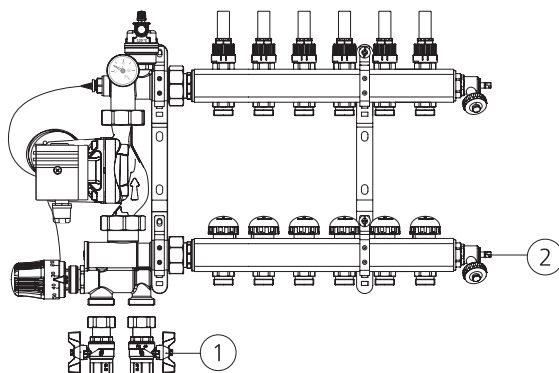

Рис. 4
2. Закрыть шаровые краны (рис. 4 поз. 1) и все запорные клапаны (или расходомеры) коллекторной группы.
3. Слить теплоноситель через нижний коллектор с помощью сливного клапана (рис. 4 поз. 2).